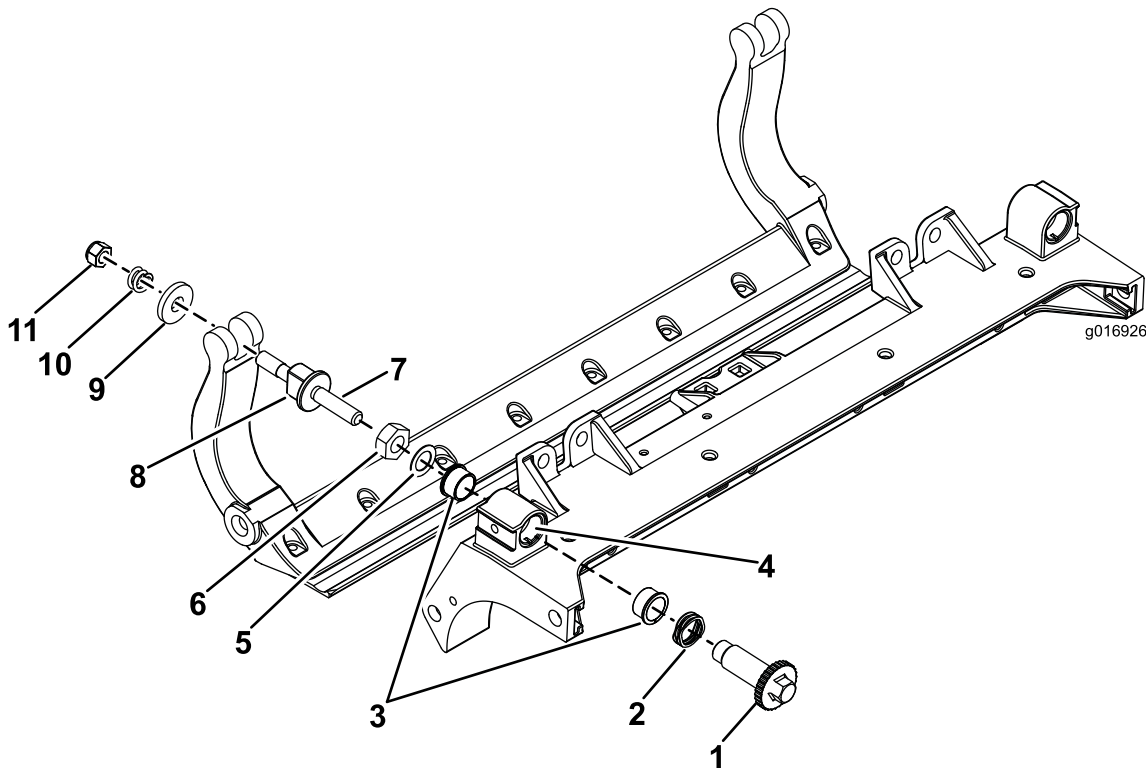

图33
1. 拆除所有零件 (请参阅 HD DPA 套件 安装说明和 图 33)。
2. 将防粘剂涂抹到滚刀组中心机架 (图33) 的轴套区内侧。
3. 将凸缘轴套上的键与机架的槽对准, 然后安装轴套 (图33)。
4. 将一个波形垫圈安装到调节器轴上, 然后将调节器轴滑入滚刀组机架中的凸缘轴套内 (图33)。
5. 使用扁平垫圈和锁紧螺母固定调节器轴 (图33)。
12. 在两个尼龙垫圈的外侧各放一个钢垫圈 (图33)。
- 注意：** 内侧的垫圈可能有空隙 (图33)。
15. 旋紧每个底刀架调节器总成上的螺母, 直到加压弹簧完全压缩, 然后往回松开 $\frac{1}{2}$ 圈 (图33)。